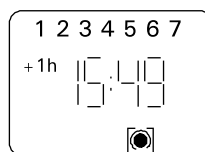

Рисунок 16.
2. Следующее нажатие **блокирует режим включения**. Для обозначения данного режима на дисплее видны квадратные скобки. Режим исчезает следующими нажатиями кнопки. (Рис. 16)